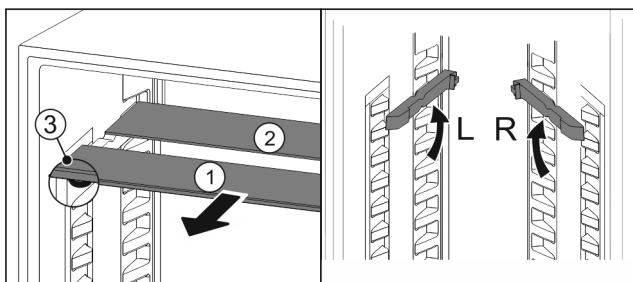

Fig. 48
- ▶ Wyciągnąć Fig. 48 (1) pojedynczo półki szklane do przodu.
- ▷ Płyta szklana Fig. 48 (1) z listwą ozdobną znajduje się z przodu.
- ▷ Stopery Fig. 48 (3) wskazują w dół.